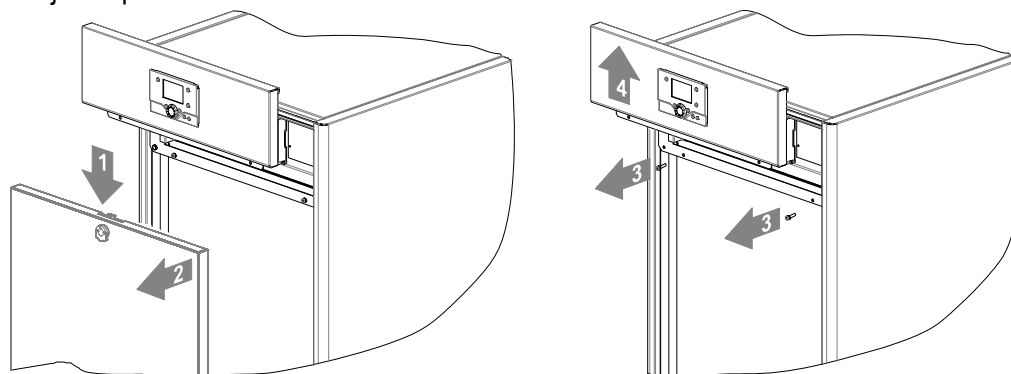

figura 14
**Para acceder a la centralita de regulación RVS63 se deberá de quitar el portamandos como se indica en la figura 14.**